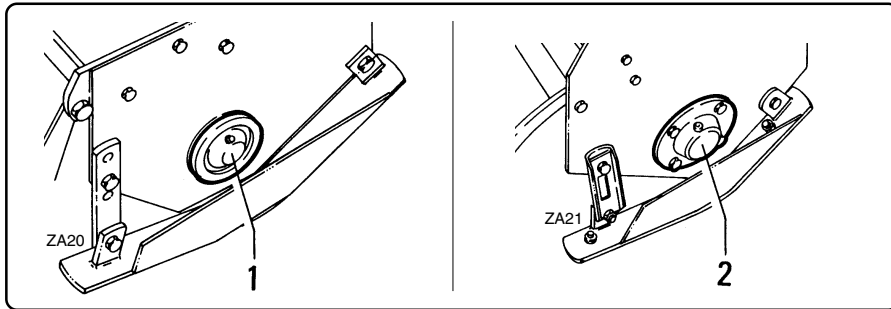

fig. 7.4.1
- Ingrassare il supporto destro "1" fig. 7.4.1 del rotore oppure verificare la presenza di olio nel supporto destro "2" fig. 7.4.1 (nelle versioni con supporto a bagno d'olio).
- Grease the right support "1" fig. 7.4.1 of the rotor or make sure that there is oil in the right support "2" fig. 7.4.1 (in versions with support in an oil bath).